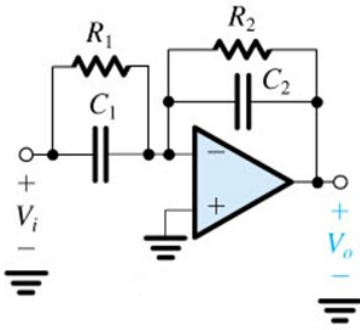

Fig. 3
3) Analise o filtro de 1ª ordem, contendo circuitos RC e AMPOP ideal, mostrado na Fig.3, para obter: